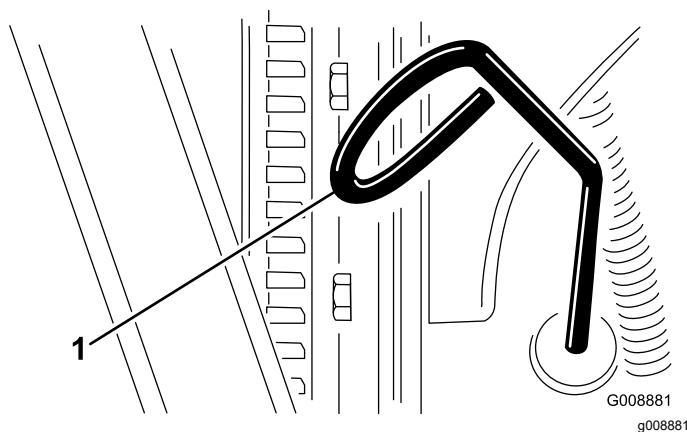

Figura 59
3. Retire a vareta, limpe-a e volte a colocá-la (Figura 59).